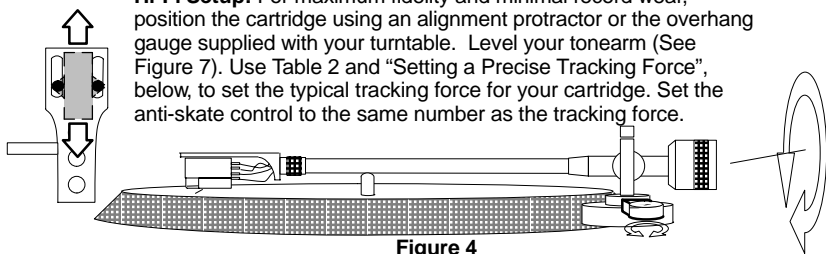
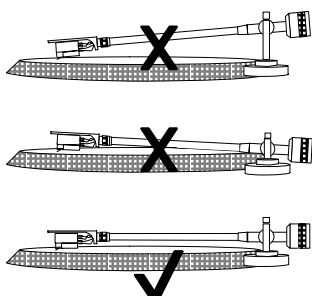

Figure 4
Figure 7. Level Tonearm
**Hi-Fi Setup:** For maximum fidelity and minimal record wear, position the cartridge using an alignment protractor or the overhang gauge supplied with your turntable. Level your tonearm (See Figure 7). Use Table 2 and "Setting a Precise Tracking Force", below, to set the typical tracking force for your cartridge. Set the anti-skate control to the same number as the tracking force.
- **Hi-Fi-Einrichtung (Abbildung 4):** Für höchste Klangtreue und minimalen Verschleiß der Schallplatte den Tonabnehmer mit einer Überhangmeßschablone oder einer Überhangjustierlehre (im Lieferumfang des Plattenspielers enthalten) platzieren. Den Tonarm nivellieren (siehe Abbildung 7). Die für den Tonabnehmer übliche Auflagekraft anhand von Tabelle 2 und „Einstellung einer genauen Auflagekraft“ weiter unten einstellen. Den Antiskating-Regler auf den gleichen Wert wie die Auflagekraft einstellen.
**Nivellierung des Tonarms:** Siehe Abbildung 7.
- **Configuration Hi-Fi (figure 4) :** Pour maximiser la fidélité et minimiser l'usure des disques, positionner la cellule à l'aide du rapporteur d'alignement ou de la jauge de dépassement fourni(e) avec la platine. Mettre le bras de lecture à niveau (voir figure 7). Se reporter au tableau 2 et à la rubrique « Réglage d'une force d'appui précise » ci-dessous pour régler la force d'appui type de la cellule. Régler l'antiskating à la même valeur que la force d'appui.
**Mise à niveau du bras de lecture :** Voir figure 7.